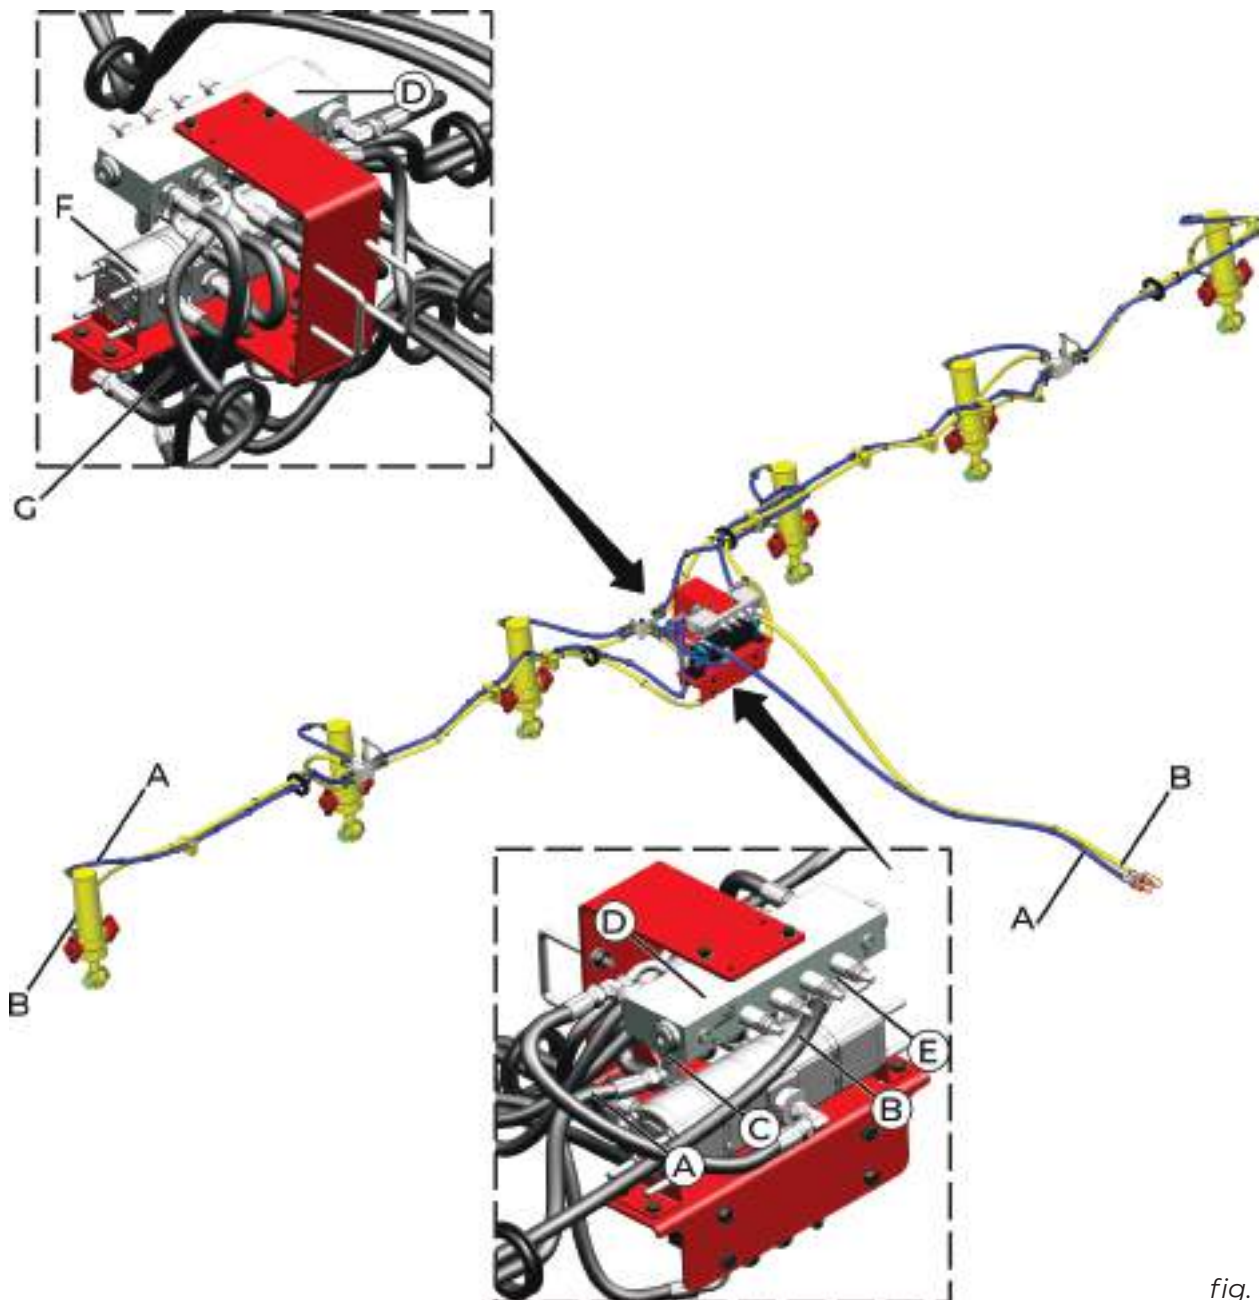

fig. 151
Conecte a mangueira (A) na pressão do trator (*fig. 151*).